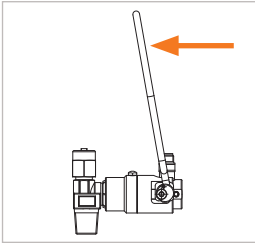
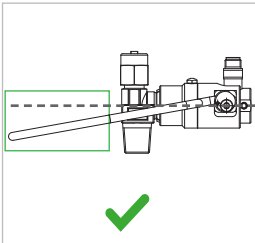

Abbildung 4
Abbildung 5
- ▶ Klappen Sie die Betätigung (Pos. 1) nach unten (*Abbildung 4*). Der Bügel muss sich leicht und ohne Kraftaufwand nach unten führen lassen. Die Betätigung muss in seiner Endposition unterhalb der Waagrechten des Adapters liegen (*Abbildung 5*).